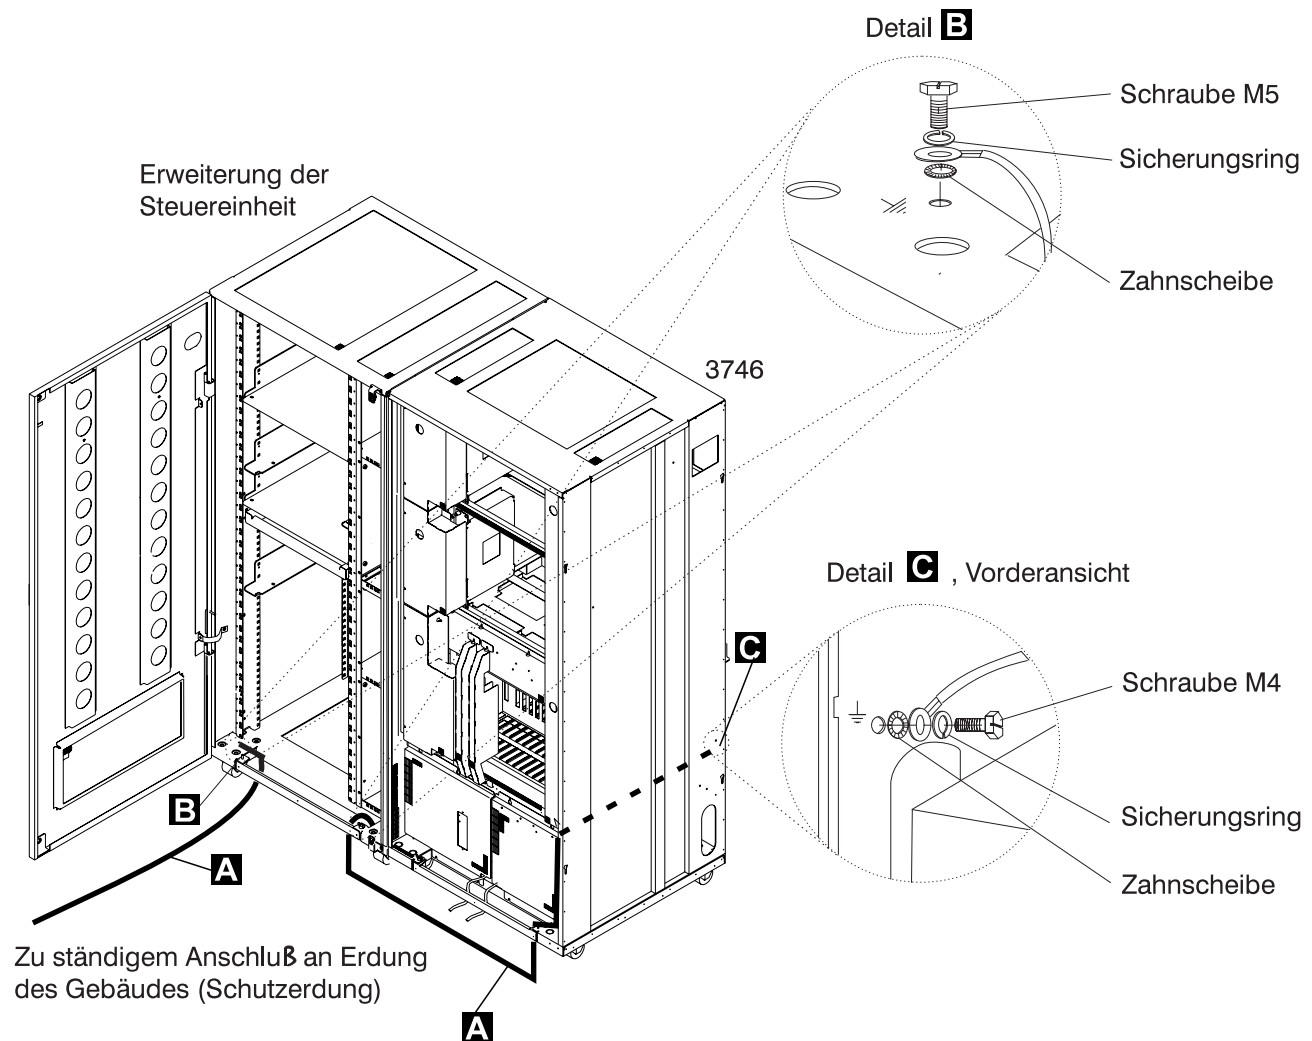
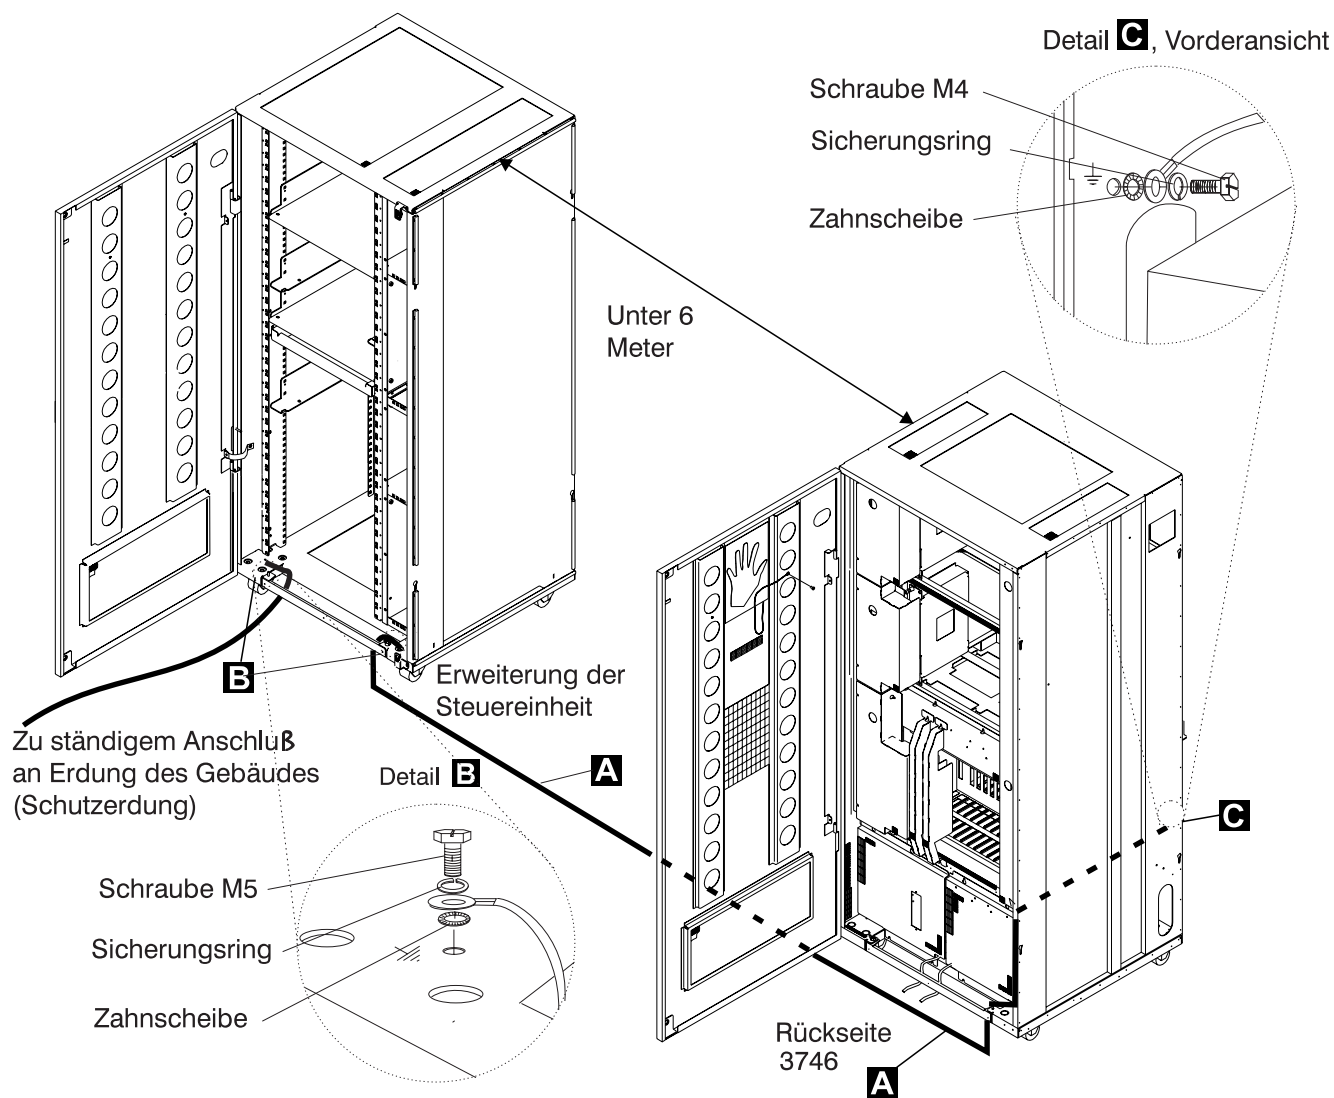
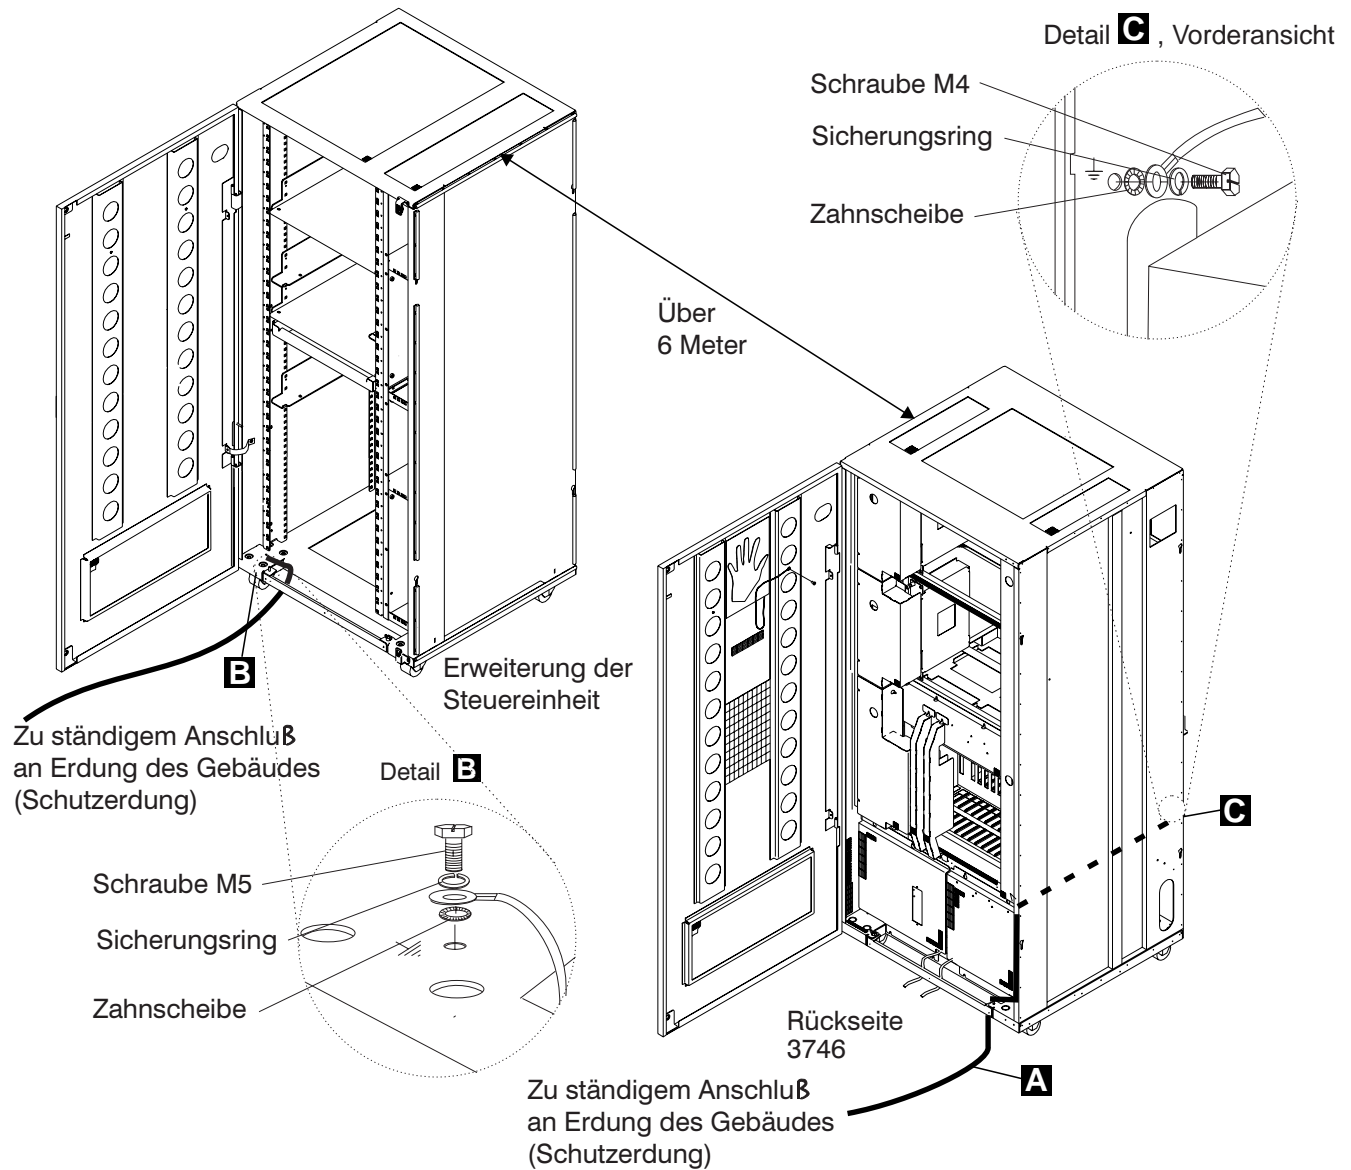

Figure 0-10. Schutzleiteranschluß zwischen Erweiterung der Steuereinheit und angeschlossenem Rahmen des 3746-950
Figure 0-11. Schutzleiteranschluß bei einem Abstand unter 6 Meter zwischen 3746-950 und Erweiterung der Steuereinheit
Figure 0-12. Schutzleiteranschluß bei einem Abstand über 6 Meter zwischen 3746-950 und Erweiterung der Steuereinheit
Netzkabel und Schutzleiter **A** am 3746-950 und an der Erweiterung der Steuereinheit nicht entfernen, damit die Erdung gewährleistet ist (siehe Figure 0-10 on page xxxiv, Figure 0-11 on page xxxv oder Figure 0-12 on page xxxvi).
- Prüfen, ob entsprechend der Konfiguration ein Schutzleiter **A** vorhanden ist (siehe Figure 0-10 on page xxxiv, Figure 0-11 on page xxxv, oder Figure 0-12 on page xxxvi).